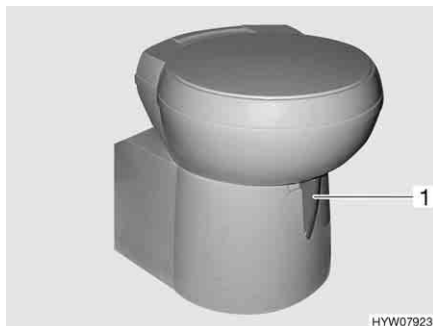

Fig. 137 Tazza del WC Thetford, orientabile
- Prima di tirare l'acqua, aprire il cursore della toilette Thetford. A tal fine girare la leva del cursore (Fig. 137,1) in senso antiorario.